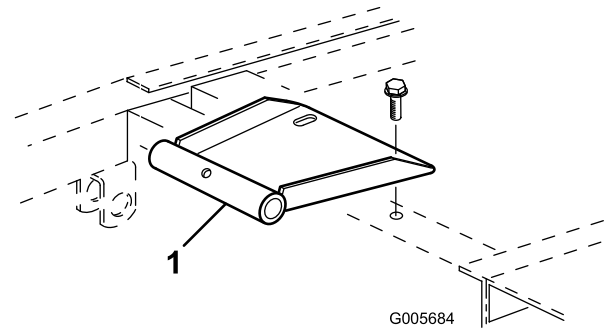

Bild 8
2. Montieren Sie die Schwenkhalterungen mit zwei Bundschrauben am Sitz (liegen dem Sitz bei) (Bild 8)
- Montieren Sie die Schwenkhalterung mit zwei Bundschrauben am Sitz (liegen dem Sitz bei) (Bild 8)